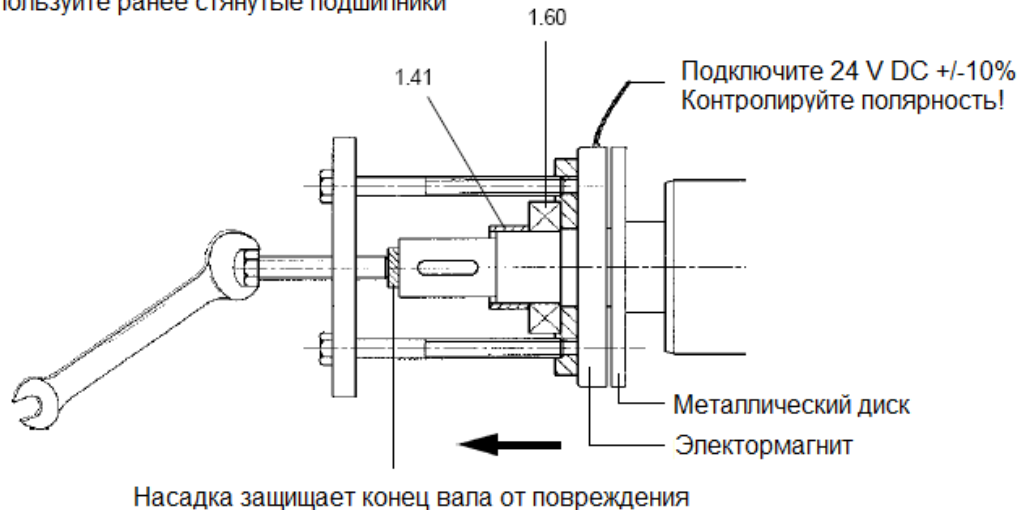

Рис. 12. Демонтаж подшипников
- Снимите подшипник (1.60) и уплотнительный рукав (1.41) используя специальные средства (смотри рис. 12). Нагрейте рукав приблизительно на 180° С, чтобы уменьшать эффект прилипания.
- Снимите задний подшипник (6.10 - см. рис. 12).